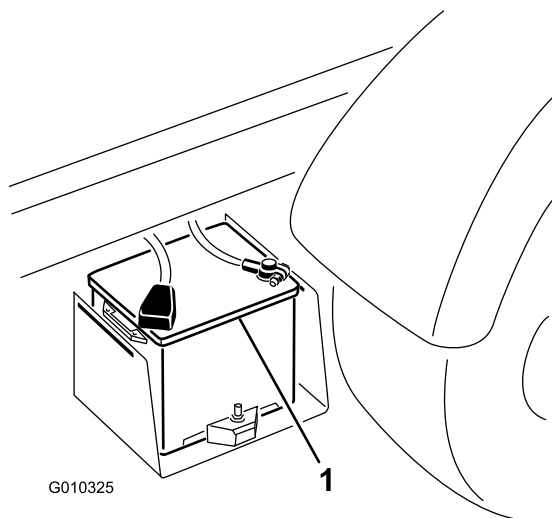

図 50
2. 2 台のバッテリーのプラス端子同士をブースタケーブルでつなぐ 図 50。